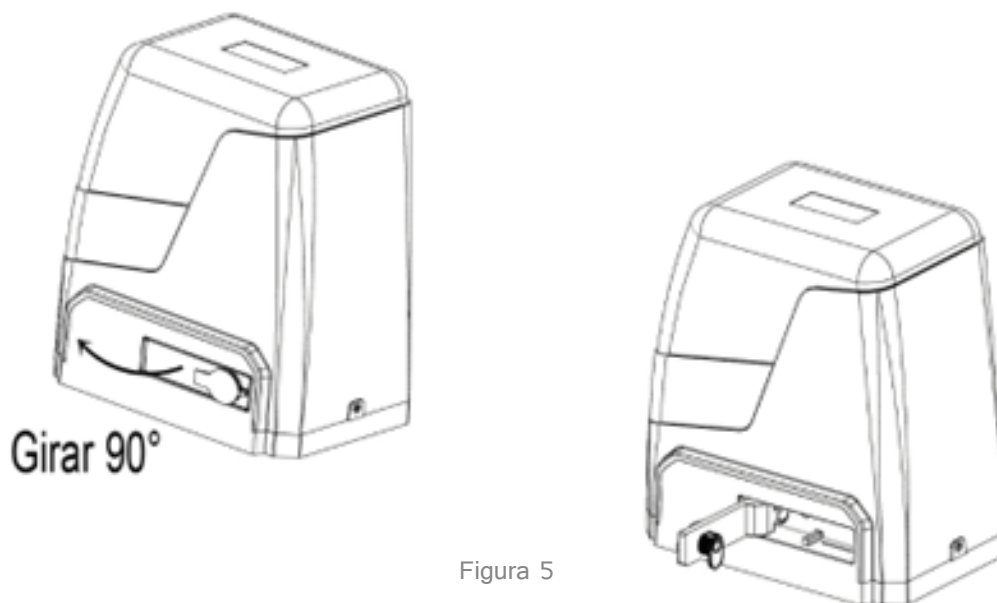

Figura 5
- c) Desbloquee el motor principal antes de la instalación, el método de desbloqueo es: saque la cubierta de la llave, inserte la llave y abra la barra de liberación manual hasta que gire 90° como se muestra en la Figura 5. Luego gire el engranaje de salida este se puede girar fácilmente.